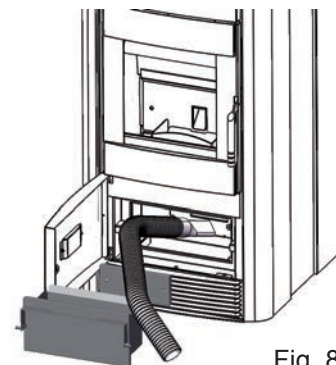

Fig. 8
- Estrarre il tappo d'ispezione e aspirare i residui di cenere; ( Fig. 8 )